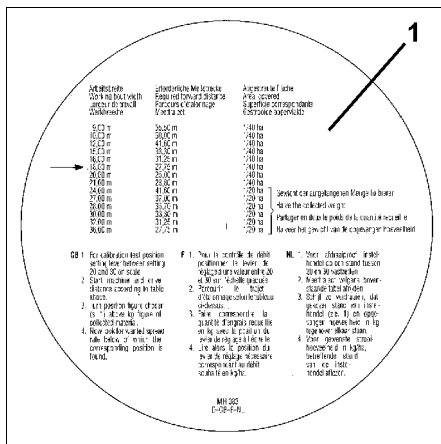

Fig. 32
4. Tabell for bestemmelse nødvendig målestrekning [m] (Fig. 32).
- Ta ut av tabellen (**Fig. 32/1**) den nødvendige målestrekning på **27,75 m** for **1/40 ha** dekket flate når ønsket arbeidsbredde er på **18 m**.